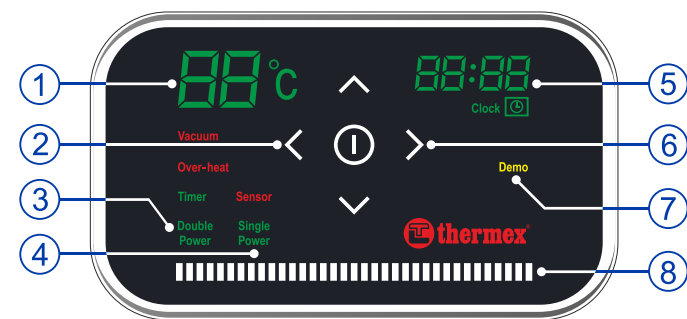

Рисунок 3. Электронная панель управления “Вариант 2”
7.2. Модели с электронным управлением по “Варианту 2” (Рис. 3)
Рисунок 3: 1 – температура, 2 – кнопка “Timer” / Режим таймера, 3 – индикация “Double Power”/Удвоенная мощность, 4 – индикация “Single Power”/Стандартная мощность, 5 – часы, 6 – кнопка “Setting”/Выбор, 7 – индикация демонстрационного режима, 8 – индикатор нагрева.